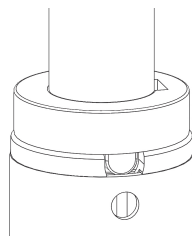

図 29 – 酸素ポンベホルダーを固定する
2. 酸素ポンベホルダーを回転させて付属スリーブに固定します (図 29)。